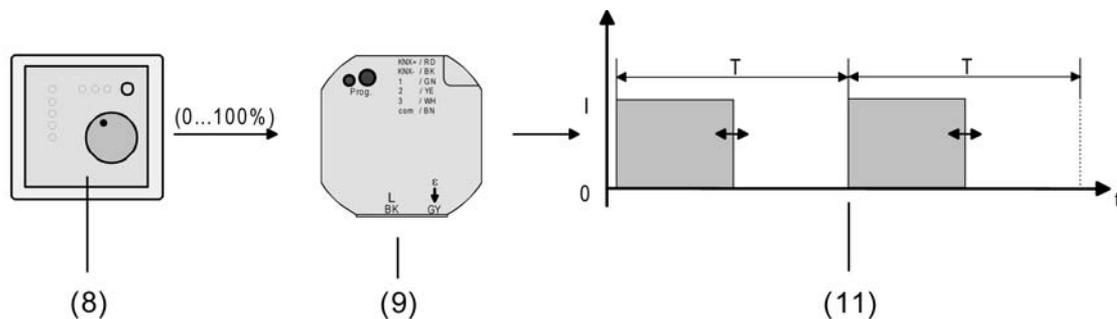

Bild 15: Stellgrößenprinzip bei stetiger Stellgröße
(8) Raumtemperurregler (RTR) (Stellgröße "1 Bit")
(9) Heizungsaktor
(10) Schaltendes Ausgangssignal für Ventilantriebe
Das über das 1 Byte Objekt "Stellgröße" empfangene Werttelegramm wird im Normalbetrieb durch das Gerät in ein äquivalentes pulswidenmoduliertes Schaltsignal an den Ventilausgängen umgesetzt (Bild 15). Der aus dieser Modulation resultierende Mittelwert des Ausgangssignals ist unter Berücksichtigung der im Gerät einstellbaren Zykluszeit (T) ein Maß für die gemittelte Ventilstellung des Stellventils und somit eine Referenz für die eingestellte Raumtemperatur (siehe "Pulsweitenmodulation bei stetigen Stellgrößen und stetigen Soll-Ventilpositionen").